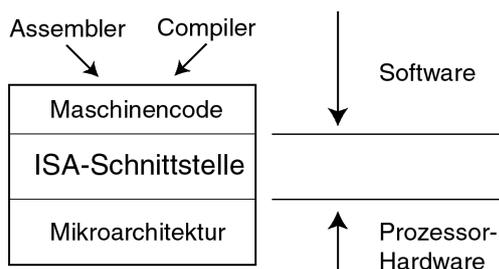

Figure 19.9:
- Die ISA kann als Schnittstelle zwischen Software und Hardware betrachtet werden (Abb. 19.9).